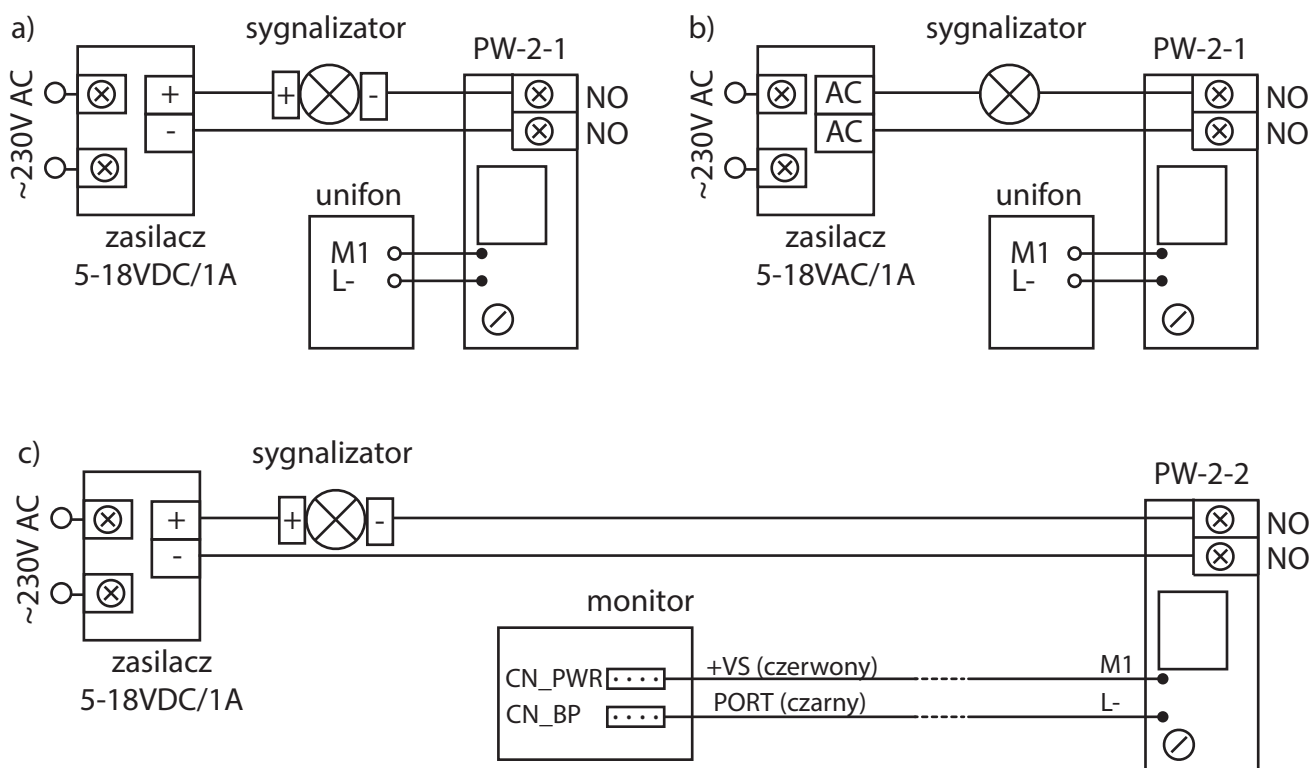

Rys. 1 Podłączenie modułu PW-2-1 do płytek w unifonach LY-8 i LM-8
- Przewody w module oznaczone jako M1 i L- przyłutować do płytki unifonu w miejscach pokazanych na rys. 1.